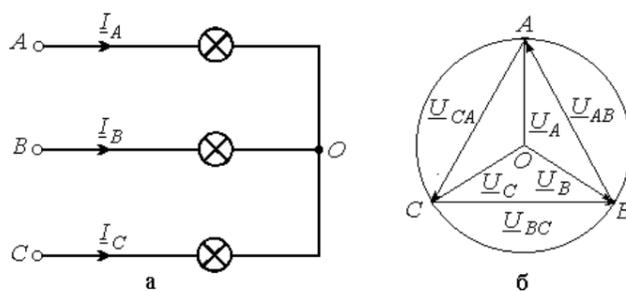

Рис. 9.2
3. В схеме без нулевого провода (рис. 9.2, а) уменьшение (увеличение) активной нагрузки фазы A приводит к смещению нулевой точки нагрузки на диаграмме напряжений. В какую по сравнению с симметричной звездой сторону?